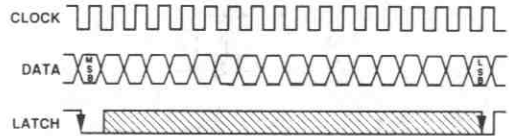
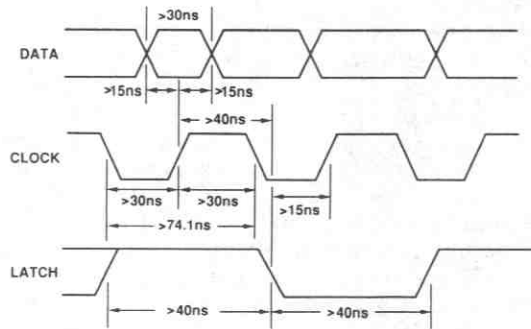

図7. AD1861に必要な信号
図8. AD1861入力信号のタイミング
AD1861に送信されるデータは、MSBを先頭とした18ビット・ワードのシリアル形式です。正規の動作のためには3つの信号が必要です。それは、データ、クロックおよびラッチ・イネーブル (LE) 信号です。入力データ・ビットはクロック信号の立上りエッジに同期して入力レジスタに入力されます。LSBは18番目のクロック・パルスで入力されます。すべてのデータ・ビットがロードされた後、ラッチ・イネーブル・パルスの立下りエッジでDACの入力が更新されます。図7に、AD1861のデータ転送に必要な一般の信号を示します。
図8にデータ転送が正しく行われるために必要なタイミング仕様を示します。AD1861の入力ピンはいずれもTTLおよび5V CMOSとコンパチブルです。図7および8に示す入力タイミングは、デジタル・オーディオ再生システムで用いられている代表的なDSPフィルタ・チップのデータ出力タイミングとコンパチブルです。AD1861の入力クロックは最大で13.5MHzです。このクロック・レートにより、2倍、4倍、8倍、16倍のオーバーサンプリング再構成のためのデータ転送レートが可能となります。